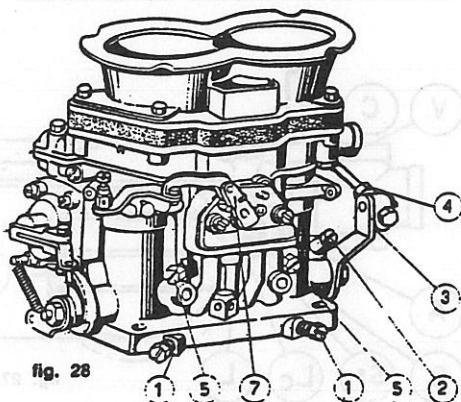

fig. 28
- 4 - Svitare la vite registro farfalla (2, fig. 28), riavvitarla fino a leggero contatto con la leva ed avvitare ancora di un giro.
- 5 - Allentare il controdado della vite registro aria (5, fig. 28) ed avvitare a fondo, senza forzare, lasciando poi lento il controdado.
- 6 - Avvitare a fondo la vite miscela minimo (1, fig. 28), senza forzare, quindi svitarla di un giro e mezzo.
- 4 - Desserer la vis de réglage papillons (2, fig. 28), la revisser jusqu'à ce qu'il ait un léger contact avec le levier et donner un autre tour de vis.
- 5 - Desserer le contre-écrou de la vis de réglage air (5, fig. 28) et visser à fond, sans forcer, en laissant le contre-écrou un peu lâche.
- 6 - Visser à fond la vis mélange ralenti (1, fig. 28), sans forcer; la dévisser ensuite d'un tour et demi.
- 4 - Unscrew throttle adjusting screw (2, fig. 28), screw it again till it comes slightly into contact with lever and screw it one turn more.
- 5 - Slacken the counter nut of air adjusting screw (5, fig. 28) and screw thoroughly, leaving unfastened the counter nut.
- 6 - Screw thoroughly idle fuel mixture screw (1, fig. 28) without tightening, then unscrew 1 1/2 turn.
a - Se i valori di depressione nei due condotti di un carburatore sono uguali, bloccare i controdadi della vite (5, fig. 28); in caso contrario svitare la vite di regolazione dell'aria di compensazione (5) corrispondente al cilindro il cui valore di depressione risulta più basso, fino a raggiungere lo stesso valore del cilindro corrispondente all'altro condotto del medesimo carburatore. Bloccare poi i controdadi.
b - Equilibrare la depressione fra i tre carburatori agendo sulla vite (2, fig. 28). (Il SINCRO - TEST deve dare la stessa indicazione su ogni carburatore) in modo tale che il regime del motore sia circa 800 g'.
c - Agire sulle viti registro miscela minimo 1, fig. 28) fino ad ottenere, cilindro per cilindro, la dosatura ottimale del titolo di miscela. Nell'eventualità che, effettuate le operazioni (b, c), venisse alterata l'equilibratura fra i carburatori, è necessario ripetere le operazioni (a, b).
a - Si les valeurs de dépression dans les deux conduits d'un carburateur sont égales, bloquer les contre-écrous de la vis (5, fig. 28); dans le cas contraire, desserrer la vis de réglage de l'air de compensation (5) correspondant au cylindre dont la valeur de dépression est la plus basse, jusqu'à atteindre la même valeur que celle du cylindre correspondant à l'autre conduit du même carburateur. Bloquer les contre-écrous.
b - Equilibrer la dépression entre les trois carburateurs en agissant sur la vis (2, fig. 28) (Le Synchro - Test doit donner la même chose sur chaque carburateur) de façon à ce que le régime du moteur soit environ 800 tours/.
c - Agir sur les vis de réglage mélange ralenti (1, fig. 28) jusqu'à obtenir, cylindre par cylindre, le dosage optimal du titre du mélange.
a - If the vacuum values in the two ducts of a carburetor are equal lock the counter nuts of screw (5, fig. 28); otherwise slacken air adjustment screw (5) corresponding to the cylinder where vacuum values is lower up to reachment same value of the other cylinder. Then lock the counter nuts.
b - Adjust equally vacuum among the three carburetors by acting on screw (2, fig. 28); the synchro-test should report the same value with engine running at 800 r.p.m.
c - Operate on idle mixture adjusting screws (1, fig. 28) until the optimum mixture strength has been obtained for each cylinder.
a - Se le depressioni nei due condotti di un carburatore sono uguali, bloccare i controdadi della vite (5, fig. 28); in caso contrario svitare la vite (5) di regolazione dell'aria di compensazione corrispondente al cilindro il cui valore di depressione risulta più alto, fino a raggiungere lo stesso valore del cilindro corrispondente all'altro condotto del medesimo carburatore. Bloccare poi i controdadi.
a - Si les valeurs de dépression dans les deux conduits d'un carburateur sont égales, bloquer les contre-écrous de la vis (5, fig. 28); dans le cas contraire, desserrer la vis de réglage de l'air de compensation (5) correspondant au cylindre dont la valeur de dépression est la plus élevée, jusqu'à atteindre la même valeur que celle du cylindre correspondant à l'autre conduit du même carburateur. Bloquer les contre-écrous.
a - If vacuum in the two ducts of a carburetor are equally, lock the counter nut of screw (5, fig. 28); otherwise unscrew the air adjusting screw (5) corresponding to the cylinder where the vacuum value is higher, in order to reach the same value of the cylinder corresponding to the other duct of the same carburetor. Lock the counter nuts.
b - Operando con una sola serie di vuotometri, equilibrare la depressione fra i tre carburatori agendo sulla vite (2, fig. 28) (i tre vuotometri devono indicare lo stesso valore) in modo che il regime del motore sia di circa 800 g'.
c - Agire sulle viti registro miscela minimo (1, fig. 28) fino ad ottenere, cilindro per cilindro, l'ottima dosatura del titolo della miscela. Nell'eventualità che, effettuate le operazioni (b, c), venisse alterato l'equilibrio dei vuotometri, è necessario ripetere le operazioni (a, b).
b - En n'opérant qu'avec une seule série de vacuomètres, équilibrer la dépression entre les trois carburateurs en agissant sur la vis (2, fig. 28) (les trois vacuomètres doivent donner la même valeur) de façon à ce que le régime du moteur soit environ 800 tours'.
b - By operating with only one set of vacuum-gauges, adjust the vacuum value among the three carburetors acting with screw (2, fig. 28) - the three gauges must indicate the same value - to that the engine is running at 800 r.p.m. approx.
c - By acting with the Idle adjustment screws (1, fig. 28) each cylinder, reach the optimum mixture strength. After operations (b, c) the tuning of the gauges is altered, it is necessary to repeat operations (a, b).